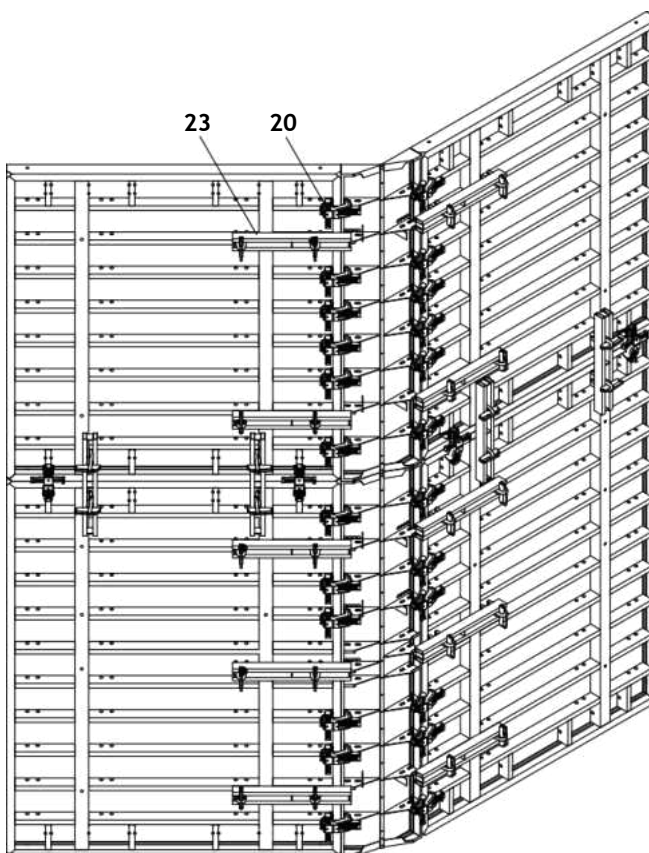

Fig. B1.06
Вързка между елементите от всяка страна - 6 х направл. скоби BFD (20) и 2 х изравняващи ригели TAR 85 (23). (Fig. B1.06)